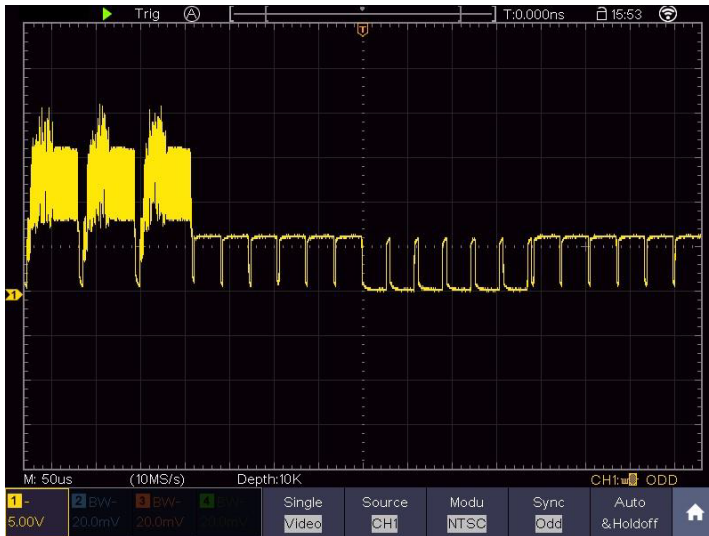

Рисунок 55 - Осциллограмма, полученная с помощью триггера по видеополю
7. Поверните ручки Вертикальная шкала, Вертикальное положение и Горизонтальная шкала, чтобы получить правильное отображение формы сигнала (см. рисунок 55).